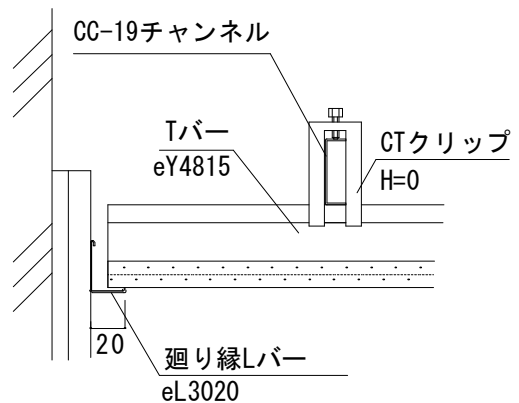

図2-17 壁廻りの納まり (B-B断面)
- ② 壁と平行に流したチャンネルから CT クリップで端部の T バーを全数吊ります。(図 2-17 参照)